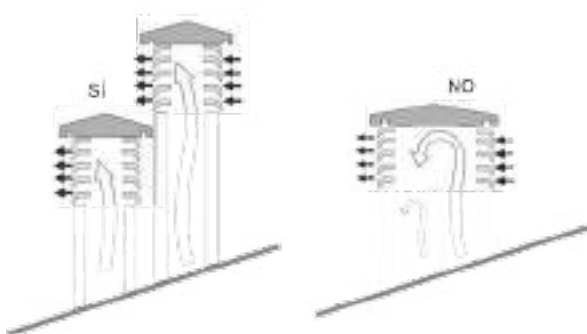

Fig.3
- Siempre que utilice conductos de ventilación con salidas en paralelo, se recomienda que uno esté más alto contra el viento. (fig. 3)